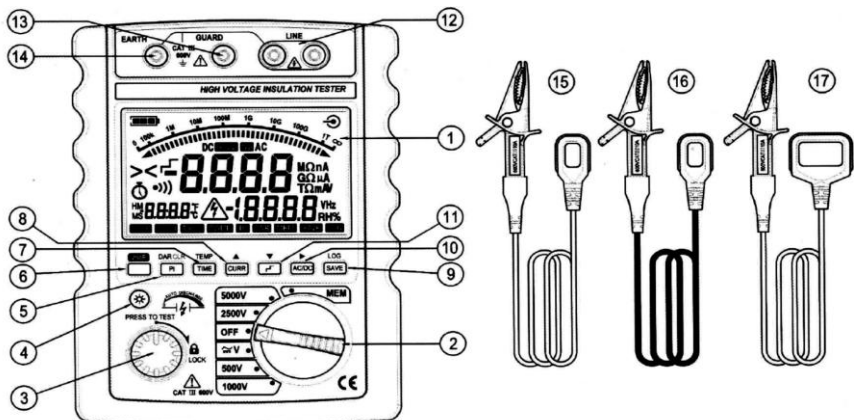

Figura 1
3.1 Elevação do instrumento (como é mostrado na Figura 1)